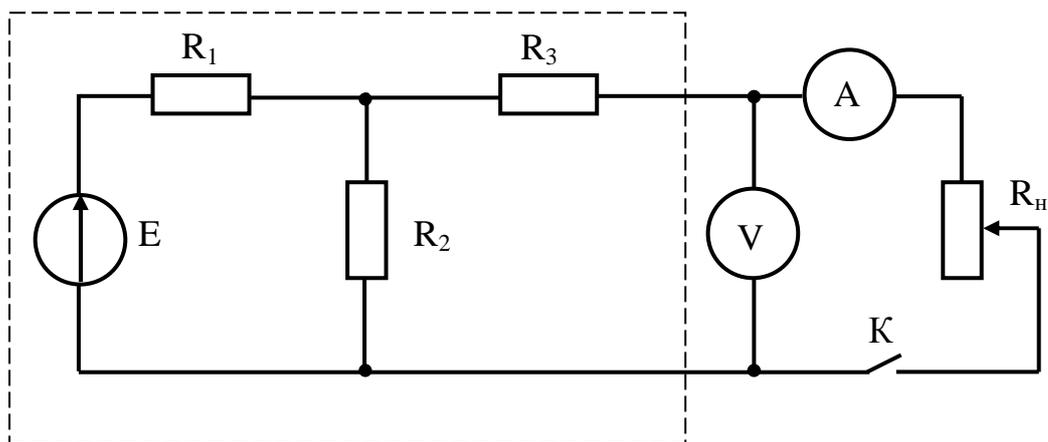

Рис. 2.2
Схема исследуемой электрической цепи представлена на рис.2.2. Часть цепи, обведенная на схеме пунктирной линией, может быть заменена эквивалентным генератором относительно резистора R_H .
3. Получить расчетные выражения для определения ЭДС $E_{\text{эГ}}$ и сопротивление $R_{\text{эГ}}$ эквивалентного генератора для схемы, показанной на рис. 2.2.
- Элементы и приборы схемы электрической цепи, изображенной на рис. 2.2:
2. Собрать электрическую цепь по схеме на рис. 2.2 и предъявить для проверки преподавателю.
2. Какая часть электрической цепи, представленной на рис. 2.2 входит в эквивалентный генератор? Назовите элементы этой части.
8. Какую функцию в данной работе выполняет резистор с сопротивлением R_H в схеме на рис. 2.2.